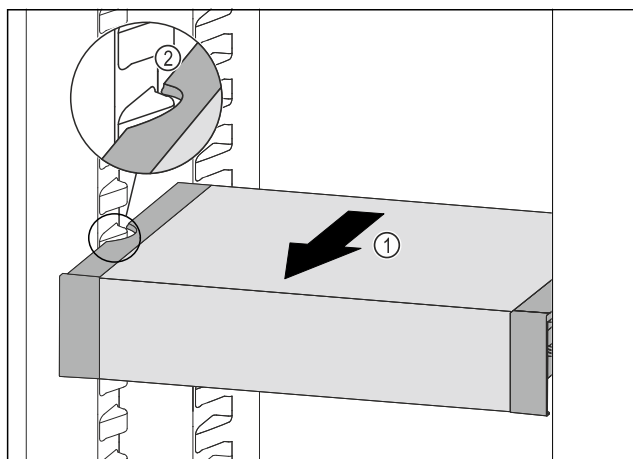

Fig. 148
- ▶ Вытягивайте VarioSafe вперед Fig. 148 (1), пока боковые выемки VarioSafe не окажутся на высоте выступа резервуара в холодильном отделении. Fig. 148 (2)